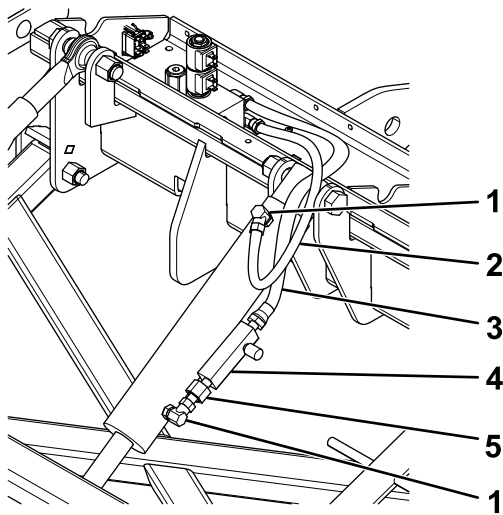

Figure 10
3. Acheminez les flexibles vers le vérin de levage (Figure 10).
- Fixez les raccords à 90° sur le vérin de levage, comme illustré à la Figure 10.
- Fixez le régulateur de débit au raccord à 90° au bas du vérin de levage à l'aide de l'accouplement (Figure 10).
Remarque: Assurez-vous que le bouton de réglage du régulateur est dirigé vers l'ensemble coupleur, comme illustré à la Figure 10.
- Fixez le flexible court au raccord supérieur du vérin de levage (Figure 10).
- Fixez le flexible long au régulateur de débit (Figure 10).